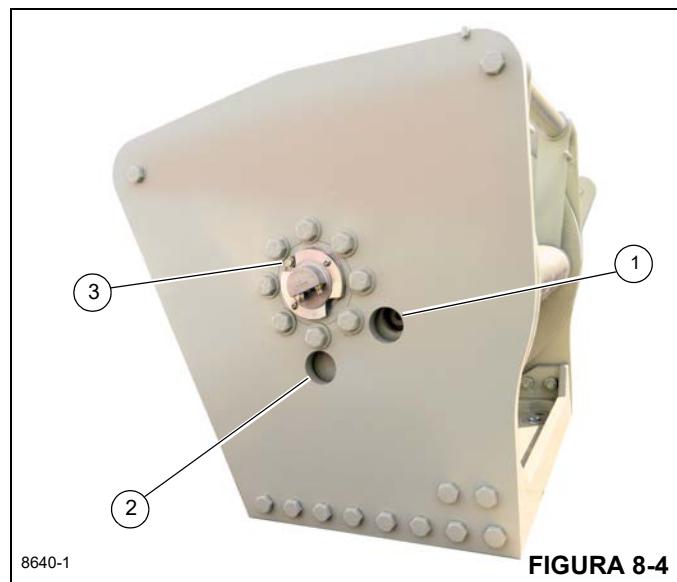

FIGURA 8-4
- Gire o tambor até que o bужão de enchimento/nível (1, Figura 8-4) seja visível pelo furo de inspeção.
- Remova o bужão de enchimento/nível (1) e verifique visualmente o nível de óleo. O óleo deve estar nivelado com a parte inferior do furo de inspeção. Se precisar de mais óleo, adicione e reinstale o bужão de enchimento/nível.
- Para drenar ou adicionar novo óleo, remova o bужão de ventilação (3, Figura 8-4). Remova o bужão de dreno (2) com uma chave de cabeça sextavada e aparafuse um tubo de 1 pol. no furo do bужão de dreno (2) para permitir que o óleo seja drenado. Drene o óleo hidráulico. Retire o tubo de drenagem de 1 polegada e instale o bужão do dreno (2).
- Para abastecer com óleo, gire o tambor para que a porta de enchimento/nível (1, Figura 8-4) fique visível através do furo superior. Para ajudar a adicionar o óleo, instale no furo de abastecimento (1) um tubo de 1 polegada com cotovelo. Retire o bужão de enchimento/nível com uma chave sextavada e abasteça a caixa de engrenagens com 3,3 l (3.50 qt) de óleo lubrificante de engrenagens. Consulte *Pontos de lubrificação*, página 8-4.